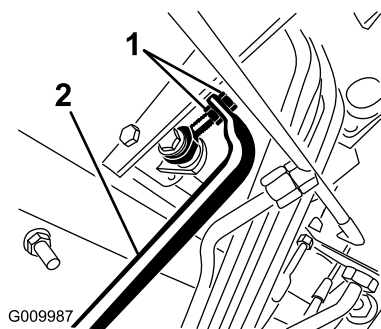

図 90
4. 前への動きを止めたい場合は、ポンプロッドの端部にあるジャムナットを回してポンプコントロールチューブ(図 90)を前へ動かす。後への動きを止めたい場合は、後へ動かす。